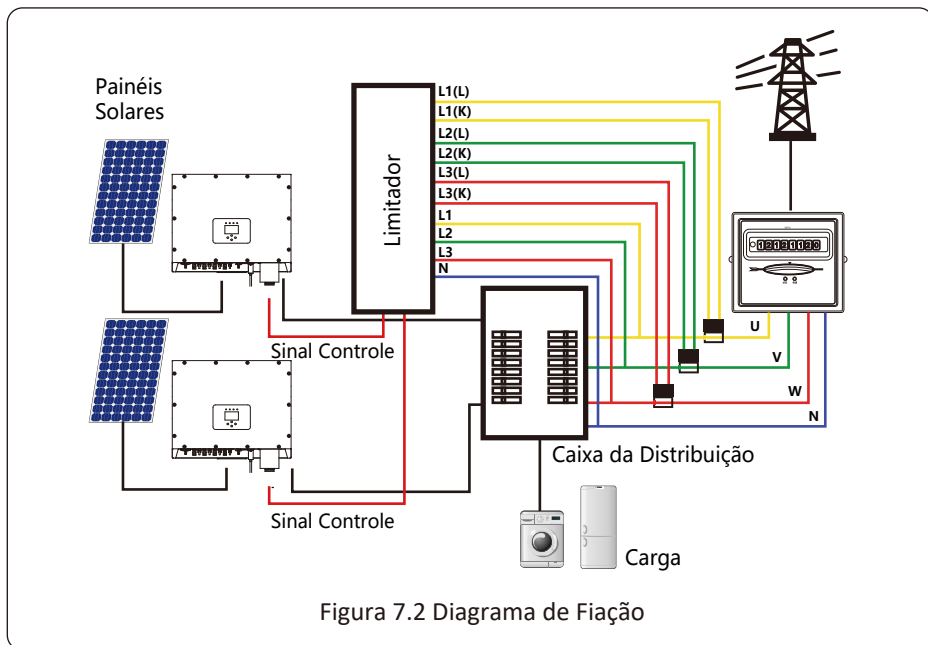

Figura 7.2 Diagrama de Fiação
Ao ler isso, acreditamos que você concluiu a conexão de acordo com os requisitos do capítulo 5. Se seu inversor estiver ligado e quiser usar a função de limitador, desligue o interruptor CA e CC do inversor, e aguarde 5 minutos até que o inversor esteja completamente descarregado. Para facilitar o uso da função de limitador, fornecemos especificamente o diagrama de fiação, conforme mostrado na Figura 7.2, as linhas vermelhas conectadas à rede de distribuição chamadas fio(L), linha azul demonstra a linha neutra (N), e as linhas amarela e verde demonstram o fio terra (PE).